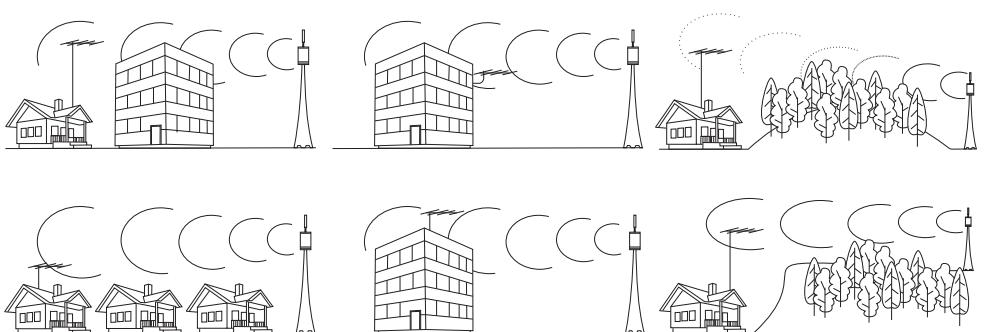

Рис. 8. Варианты правильной установки антенны
6.7 При выборе места установки антенны и ориентации ее в пространстве, обратите внимание на рекомендации, показанные на рис.8.